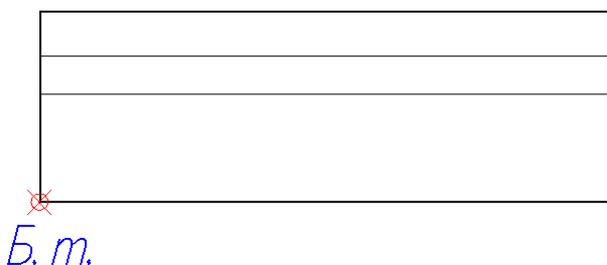

Рис. 44. Оконный проем с двойным остеклением
1. Выполнить изображения оконного проема габаритами 1512x510 мм (рис. 44). Выбрать элементы этого изображения для создания блока **OK**.
- с помощью кнопки **Указать** выбрать базовую точку (*Б.т.*) блока щелчком мыши (см. рис. 44);